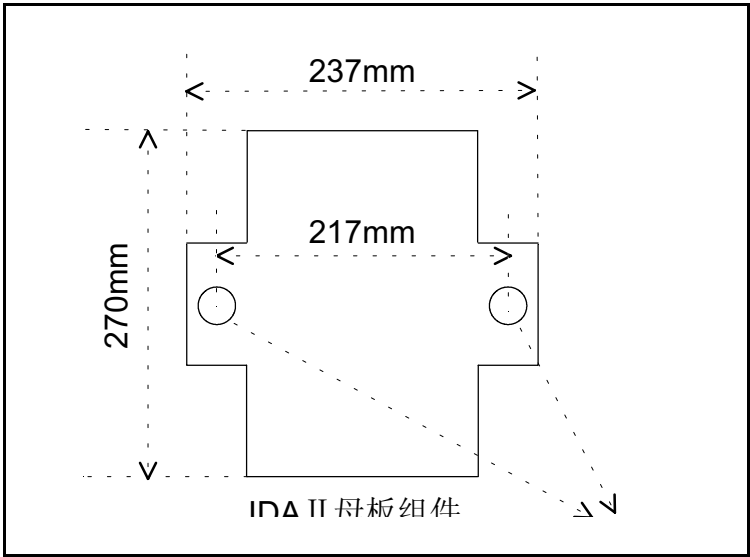

图2-3 IDA II 一体化采集器的母板组件示意图
将膨胀螺栓固定在墙上，见图2-3所示，通过膨胀螺栓将带底壳、母板的安装轨安装固定好。
- G、在安装维护过程中，插错模块的可能性较大，为防止不同类型的模块接上外引线后误操作将模块互换，造成烧板等严重故障，所以需要在各种类型的模块上设置防误插机构，如图2-3所示，每一类模块的顶柱有固定编码定义，现场根据各模块的凹凸形状剪去母板上相应的尼龙柱，使模块与总线板之间形成凹凸相配合的连接，这样不同类型的模块就没有互换性。同时插座上有限位，模块反向插不进。因此，在完成每个模块的配线后，必须严格配置防插错尼龙柱。